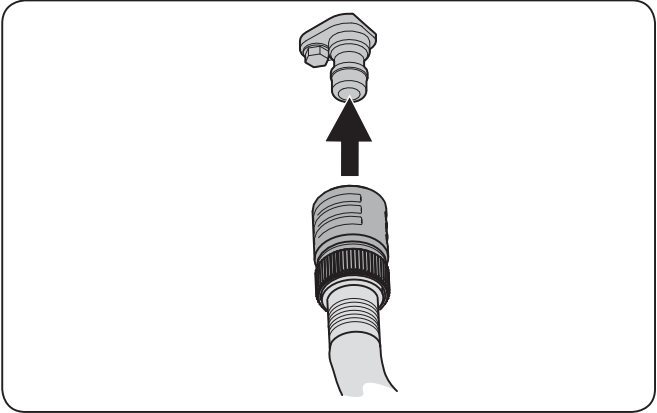

Figure 6-3
1. Repérez l'écrou sur l'avant du support de stabilisation. Voir la Figure 6-3.
3. Repérez l'écrou sur l'avant du support de stabilisation. Voir la Figure 6-3.
4. Attachez le raccord pour boya d'arrosage à l'orifice aménagé sur la surface du plateau de coupe. Voir la Figure 6-3.